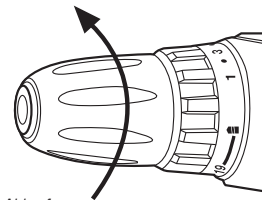

Abb. 4
1. Drehen Sie das Spannfutter (2) wie gezeigt. Die Backen im Innern der Werkzeugaufnahme (1) werden geöffnet. Drehen Sie die Werkzeugaufnahme so weit auf, dass der gewünschte Werkzeugaufsatz hineinpasst (Abb. 4).